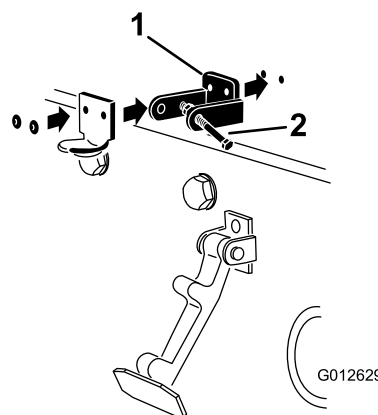

Рисунок 35
6. Приклепайте кронштейны и шайбы к капоту (Рисунок 35).